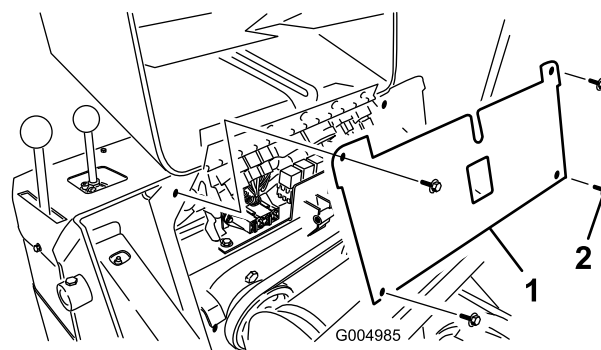

Figura 41
4. Retire los 4 tornillos que sujetan el panel de fusibles, luego tire del panel hacia fuera y hacia arriba para retirarlo (Figura 41).